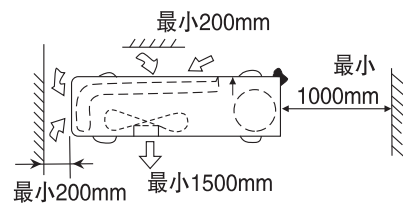

图3机器户外部分所需空间
- 确定机器四周留有充分空间，并尽可能地远离障碍物，以便操作和维修，见图3。